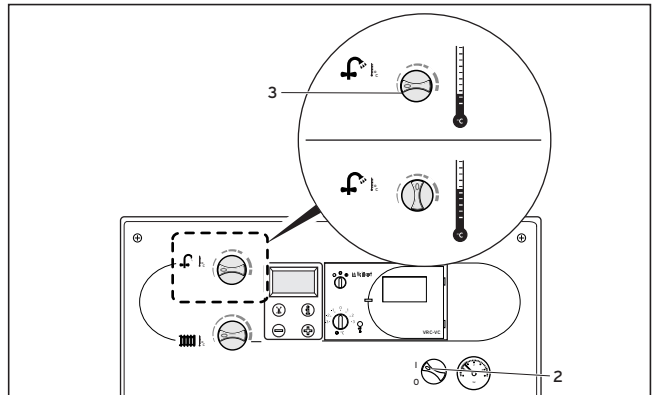

Fig. B.5: Produzione di acqua calda
**In caso di durezza dell'acqua superiore a 10° dH (1,79 mol/m³) portare la manopola non oltre la posizione centrale (Fig. B.5).**